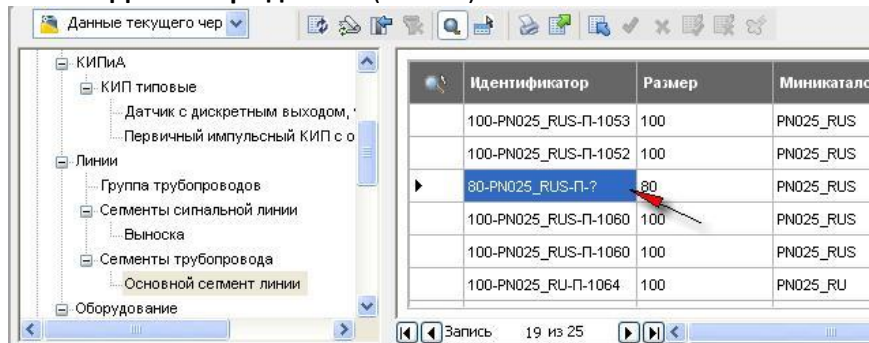

Рис. 34
- Для задания номера линии дважды кликните по полю **Идентификатор** для этой линии в **Диспетчере данных** (Рис. 34).